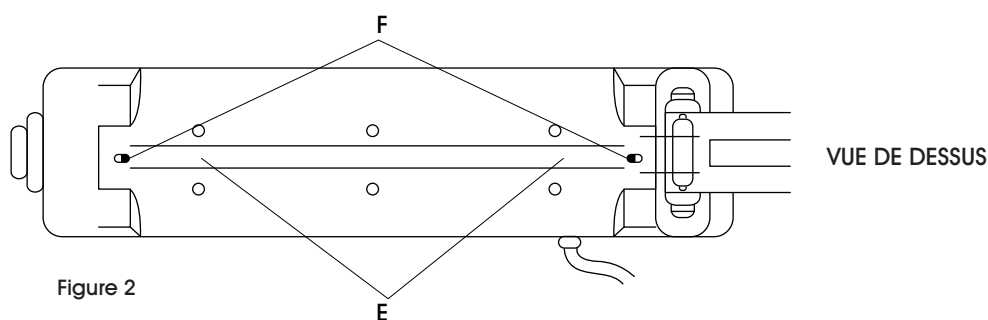

Figure 2
3. Après avoir retiré les plaques de protection métalliques, les rubans en téflon et l'élément, nettoyez la surface de soudage (E) avec un nettoyant jusqu'à l'élimination de la colle et des débris. Un dissolvant d'adhésif est recommandé. (Voir figure 2)
4. Retirez la pellicule protectrice du ruban adhésif en téflon. Appliquez uniformément sur la soudeuse. Le ruban en excès doit s'étendre jusqu'aux bornes de branchement (F). Si l'élément entre en contact avec quoi que ce soit de métallique, la soudeuse se court-circuite. (Voir figure 2)